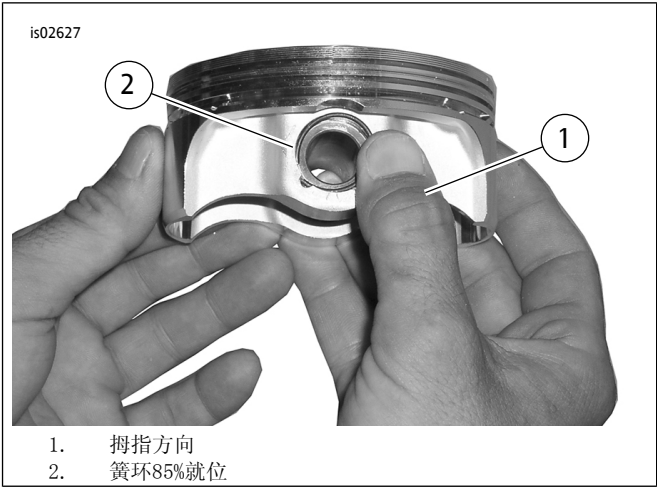

图4。安装簧环
- 2. 参见图4。按照图示定位您的拇指（1）。用力按压，直至大约85%的簧环（2）在槽中就位。